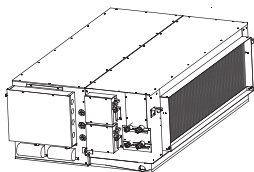

Рис. 15
1. Внутренний блок показан на рис. 15.